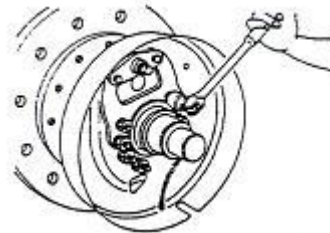

Рис. 2-21
(6) Снимите E-образное тормозное кольцо, используемое для крепления кабеля к тормозному щиту. Затем открутите крепежные болты и отделите тормозной щит от ведущей оси. См. Рис. 2-21